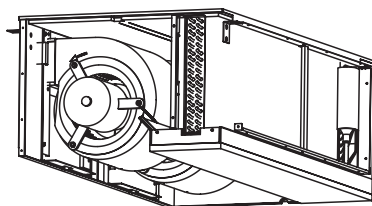

Рис. 12.8
- 2) Удерживая узел за нижнюю часть, подтолкните его вверх по направляющим. (Рис. 12.8)